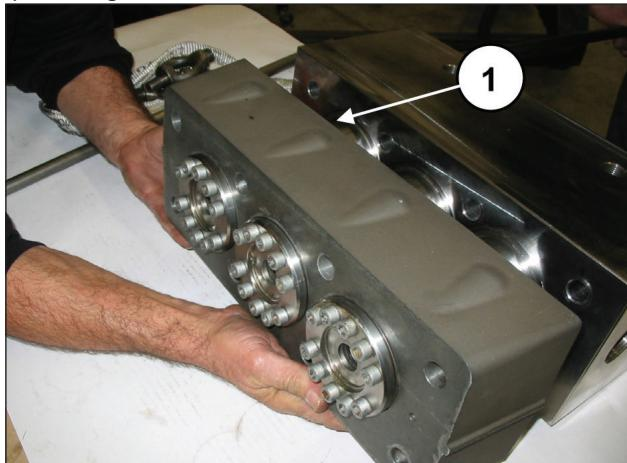

Fig. 100
Extraer el distanciador de las camisas de los grupos de camisas (pos. ①, Fig. 100).